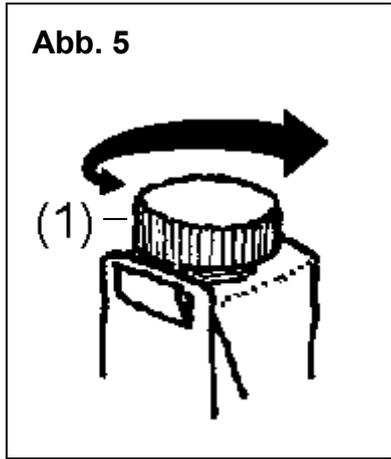

Abb. 5
- Um die Eintreibkraft zu regulieren, können Sie den Einstellknopf (1) drehen (Abb. 5). Mit einer Drehung im Uhrzeigersinn erhöhen Sie die Eintreibkraft. Im Gegenuhrzeigersinn wird die Eintreibkraft reduziert.